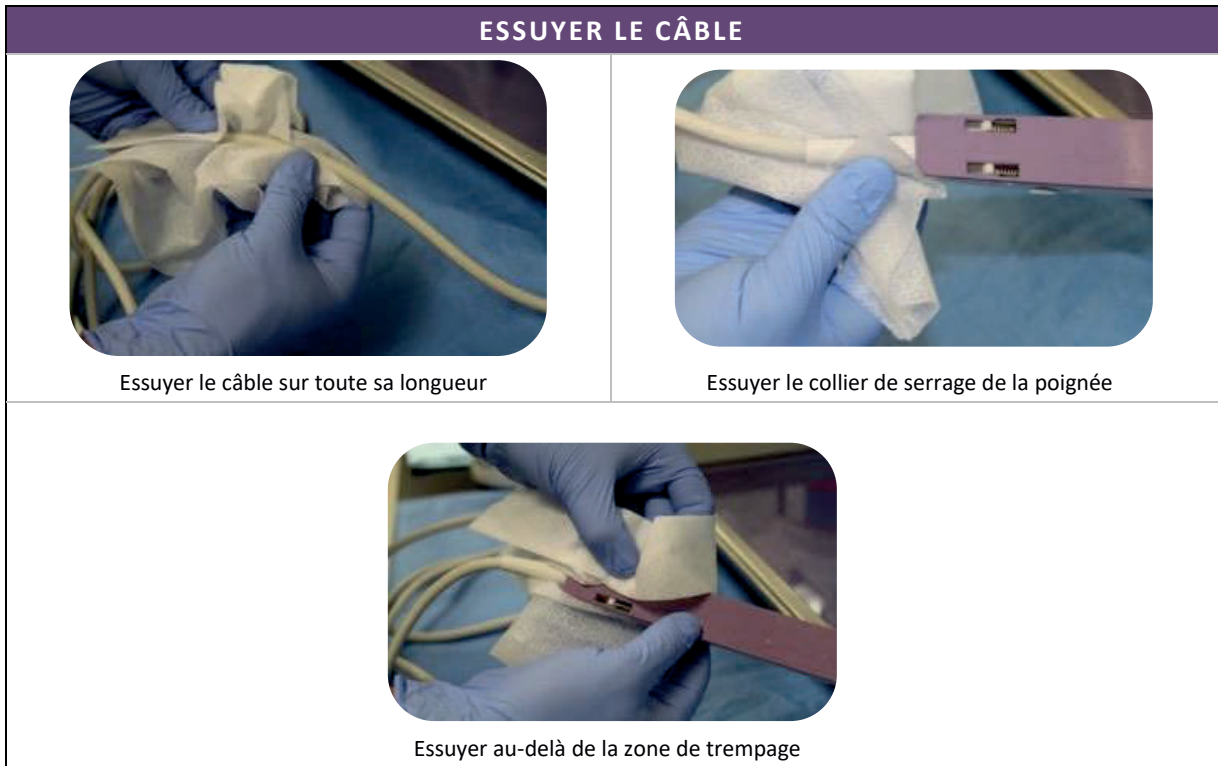

Figure 4-6 Essuyer avec une lingette désinfectante à faible teneur en alcool, de qualité médicale, au moins 2 fois en utilisant une lingette neuve chaque fois.
1. Essuyer le câble sur toute sa longueur, ainsi que le collier de serrage de la poignée à l'aide de lingettes désinfectantes à faible teneur en alcool, de qualité médicale (voir la Figure 4-6). Suivre les instructions du fabricant.